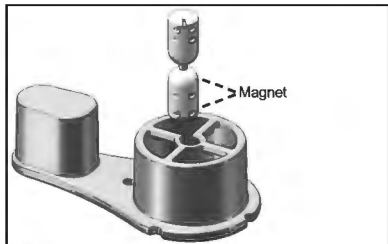

Abbildung 2
2. Stellen Sie sicher, dass sich die magnetische Sanduhr des ELD frei auf dem Fadenkreuz des ELD drehen kann. Falls sich die Sanduhr vom Halter löst, kann sie wieder befestigt werden, indem der Hals der Sanduhr gemäß Abbildung 2 durch die Öffnung im Halter eingeklippt wird. Bitte beachten Sie die Ausrichtung der Sanduhr. Der Magnet sollte wie angegeben nach unten zeigen.